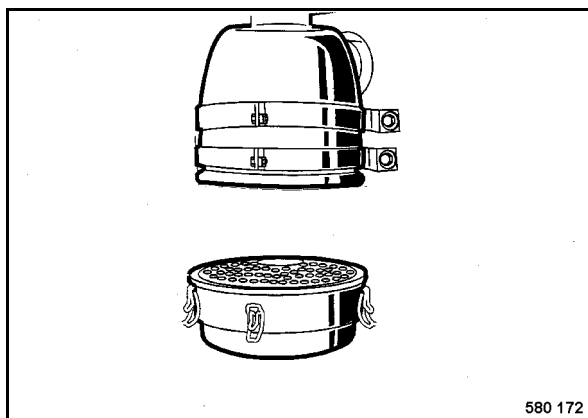

Fig. 164
- Soltar los cierres rápidos (Fig. 164), retirar la caja filtradora y vaciarla.